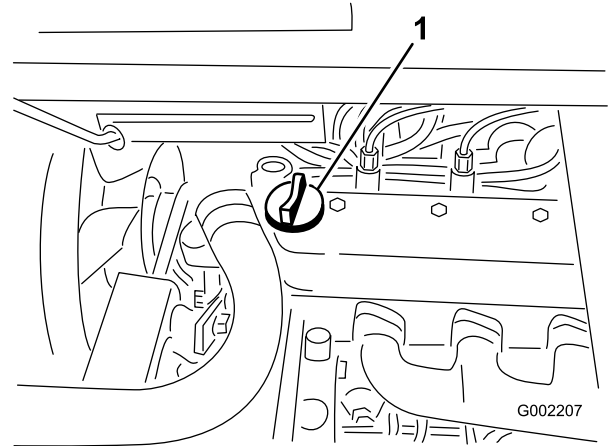

図 19
3. 油量が少なければ、バルブカバーの上についている補給口 (図 19) を開け、ディップスティックの Full マークまでオイルを補給する；オイルの種類や粘度の選択については「エンジンの保守」の章の「エンジン・オイルについて」を参照。補給するときは、ディップスティックで確認しながら少量ずつ入れる。入れすぎないように注意してください。